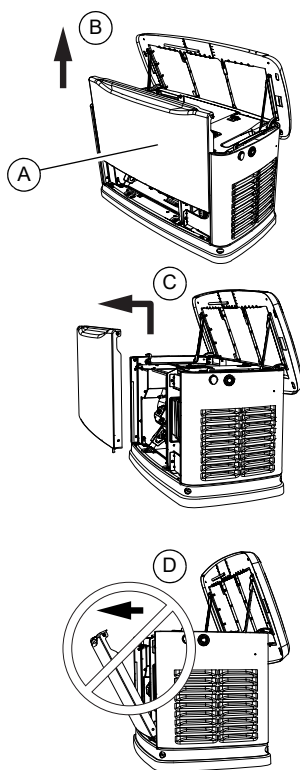

Figura 2-4. Remoção do painel de acesso frontal
Consulte Figura 2-4. Remova o painel de acesso frontal (A) levantando para cima e para fora assim que a tampa estiver aberta.